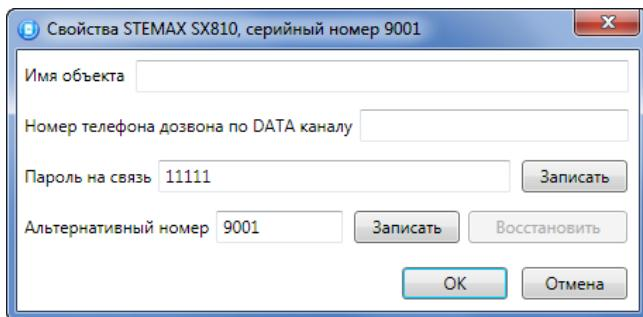

Рисунок 4.16 — Свойства контроллера
**Шаг 2:** в дереве устройств щелкните правой кнопкой мыши по строке конфигурации ПО контроллера. В появившемся меню выберите *Свойства*, в результате чего откроется окно *Свойства* (см. рисунок 4.16). Задайте в нем описанные ниже параметры и нажмите кнопку *OK*.